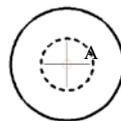

图 6.4.11 选取基点
Step3. 缩放对象。选取图中的小圆，并按 Enter 键结束选取；用鼠标捕捉小圆的圆心 A 作为基点，如图 6.4.11 所示；在命令行指定比例因子或 **[复制(C) 参照(R)]** 的提示下，输入字母 R 后按 Enter 键；在命令行指定参照长度 $\langle 1.0000 \rangle$ 的提示下，输入参照的长度值 6 后按 Enter 键；在命令行指定新的长度或 **[点(P)]** $\langle 1.0000 \rangle$ 的提示下，输入新长度值 13 后按 Enter 键。